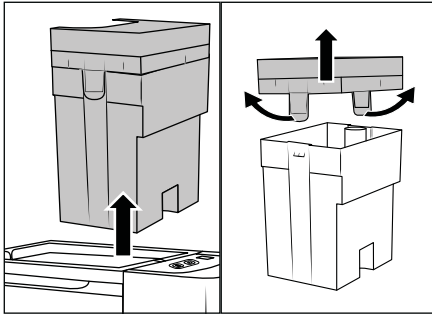

Abb. 7
- ◆ Fassen Sie den Schmutzwasserbehälter 7  am Griff des Deckels 3 und ziehen Sie ihn nach oben aus dem Gerät (siehe Abb. 7).
- ◆ Ziehen Sie die beiden Haltetaschen leicht nach außen und nehmen Sie den Deckel **3** ab (siehe Abb. 7).